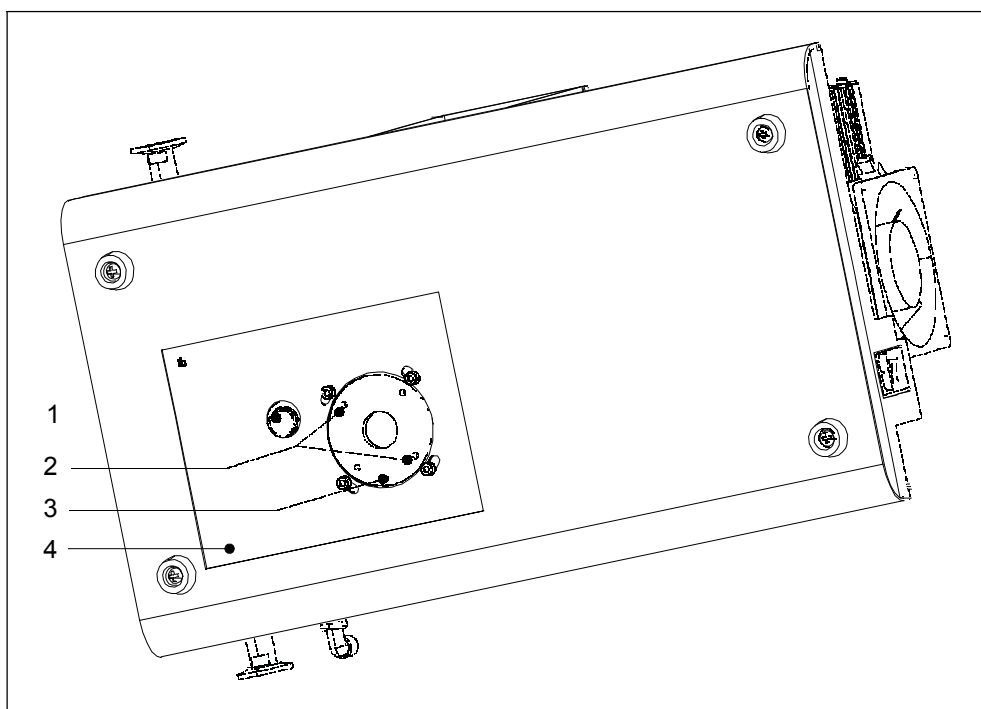

Рис. 7-3 Крышка резервуара для смазки насоса ТМН 071.
- 4 Для замены резервуара для смазки турбомолекулярного насоса необходимо открутить крышку на днище насоса ТМН 071. Смотрите Рис. 7-3/3.